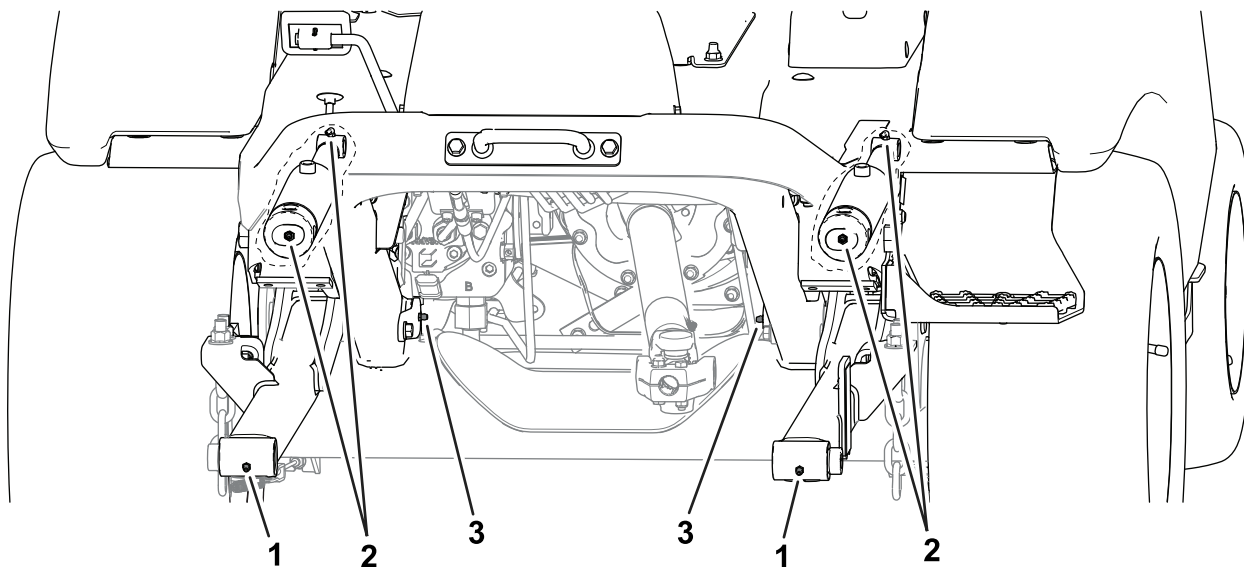

Figura 45
- **Parte anteriore della macchina (Figura 45):**
- Mozzi girevoli dell'attrezzo (2)
- Boccole del cilindro di sollevamento (2)
- Perni di articolazione del braccio di sollevamento (2)